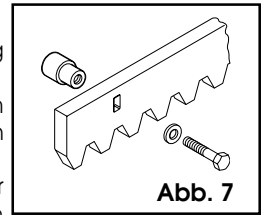

Abb. 7
1) Die Zahnstange (auf Anfrage lieferbar) mit den mitgelieferten Schrauben 8x25 und verschweißbaren Distanzstücken gem. Abb. 7 vorbereiten. Für eine verschweißfreie Anbringung sind durchgehende Distanzstücke in verzinkter Ausführung mit Schrauben 8x50 erhältlich.